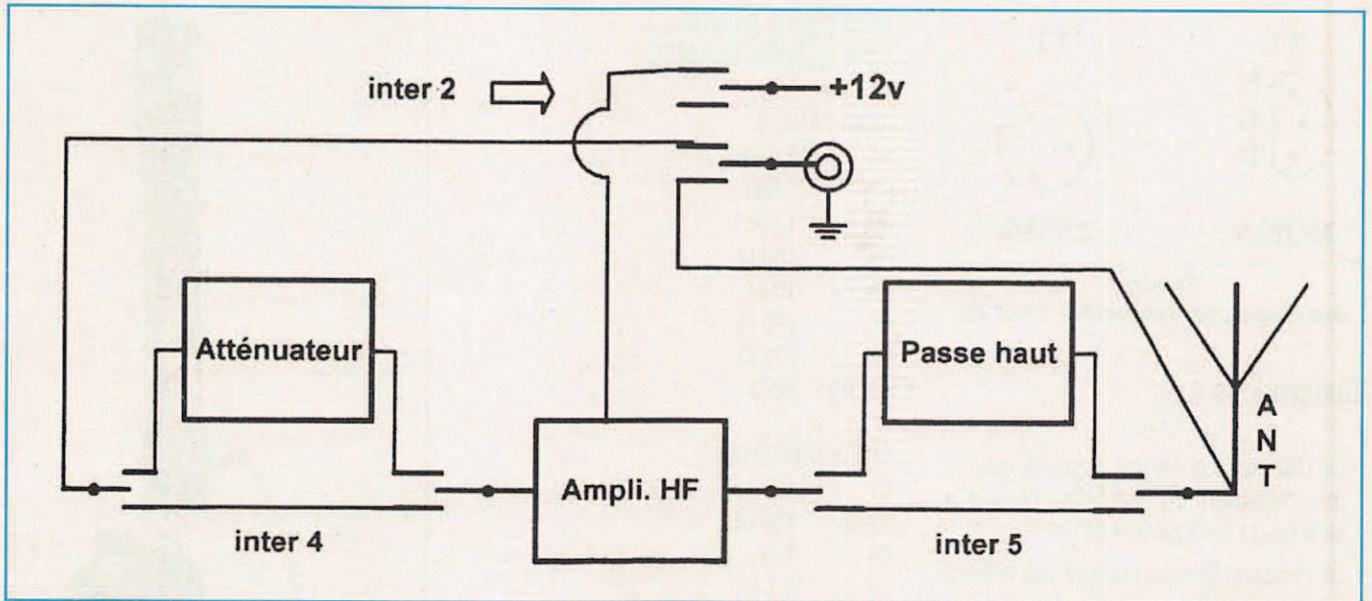

Figure 2 : schéma synoptique.
Le câblage des interrupteurs ②, ④ et ⑤ sera réalisé conformément au schéma de la figure 2.